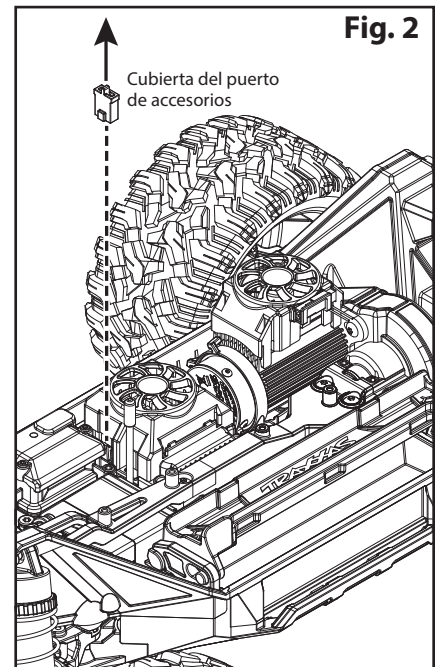

Fig. 2
1. Use pinzas de punta de aguja para retirar la cubierta del puerto de accesorios del ESC (Fig. 2).